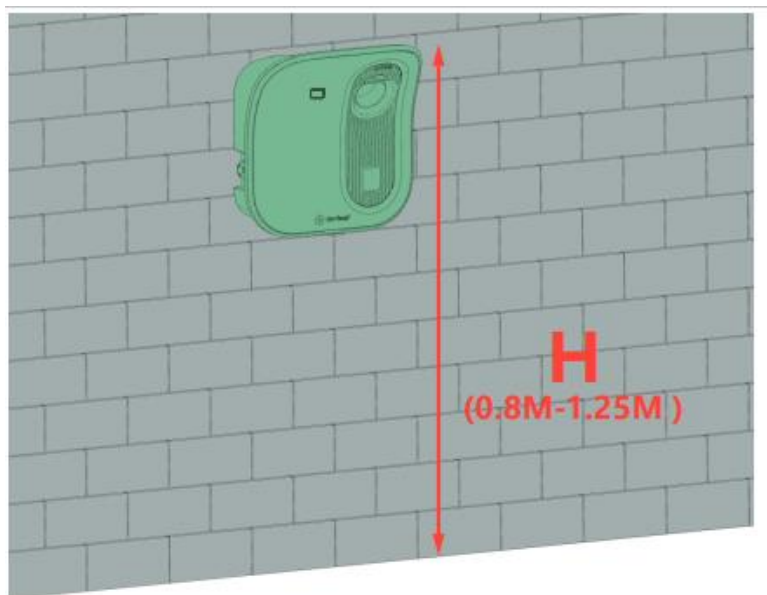

Fig. 9 Altezza di montaggio a parete
1. Controllare e contrassegnare la posizione di installazione del supporto di ricarica. La posizione centrale del supporto di ricarica deve trovarsi ad almeno 0,8 m dal suolo, come mostrato nella Fig. 9.